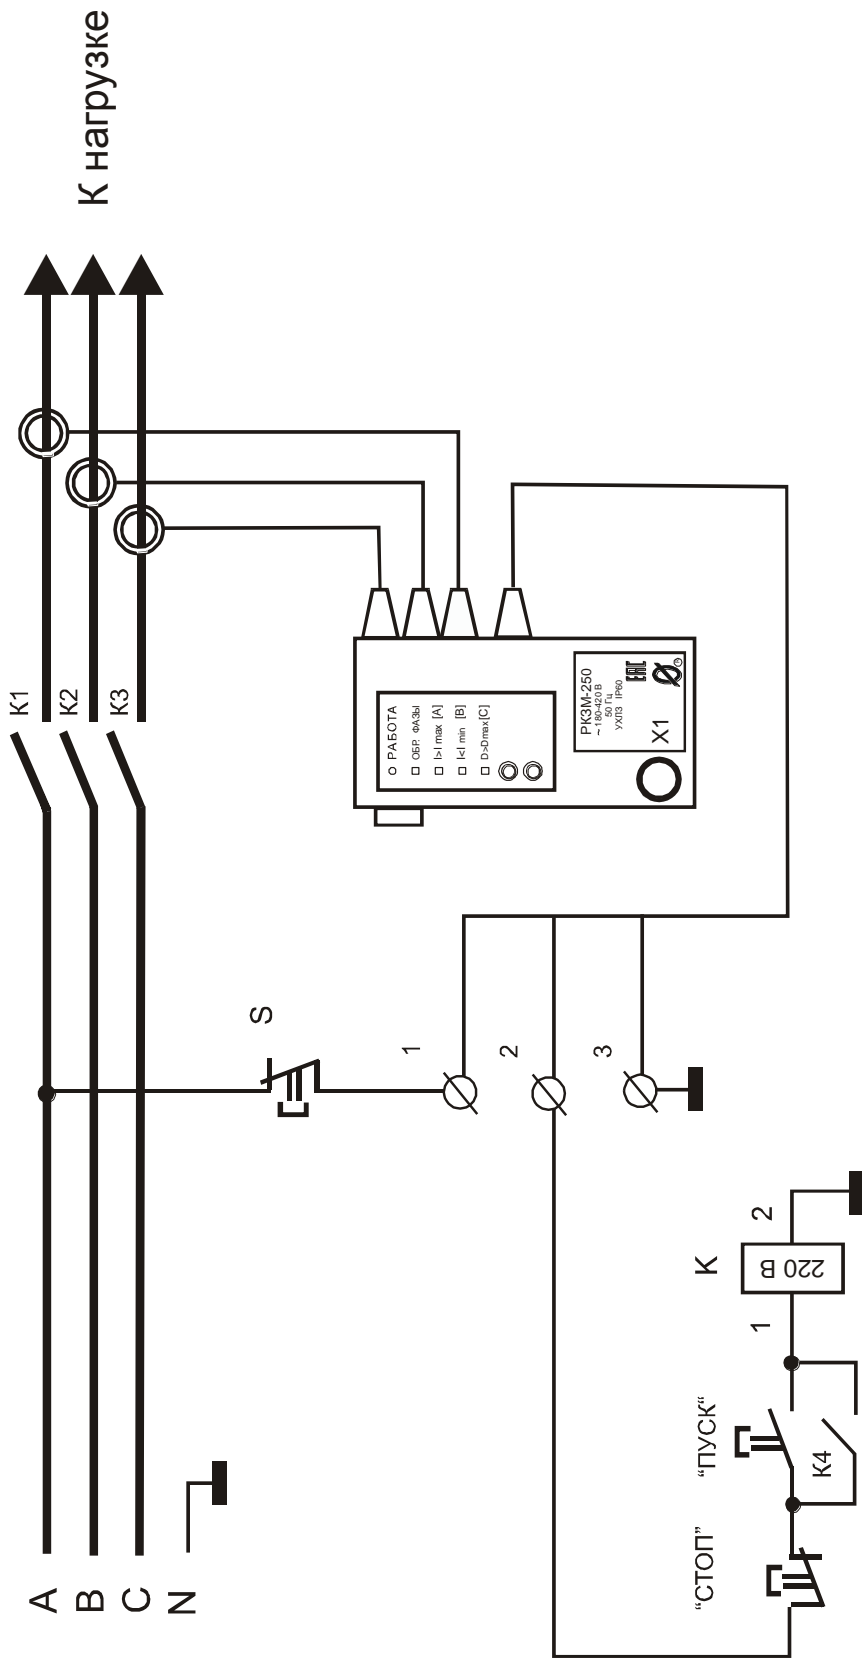

Рисунок 2 - подключение реле в схему управления контактора с предотвращением самозапуска при восстановлении питания (вариант 1)
7.2. Подключение устройства производится в соответствии со схемой, приведенной на рис.2,3,4. Возможны другие варианты подключения реле.